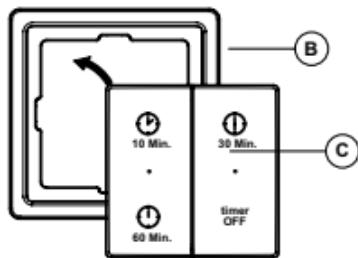

Fig 5.
2. Se necessario: inserire l'interruttore C nella cornice B (fig. 5) e spingerlo fino a quando non rimarrà bloccato.